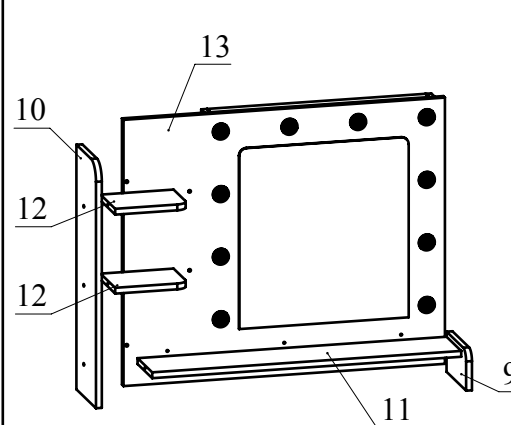

Рис.8
7. Соедините детали 9, 10, 12, 13 с помощью конфирматов (Рис. 8). Установите деталь 11 на деталь 13 и зафиксируйте, повернув конфирматным ключом головки минификсов по часовой стрелке до упора. Соедините при помощи конфирматов детали 9, 10 и 11 (Рис. 8).